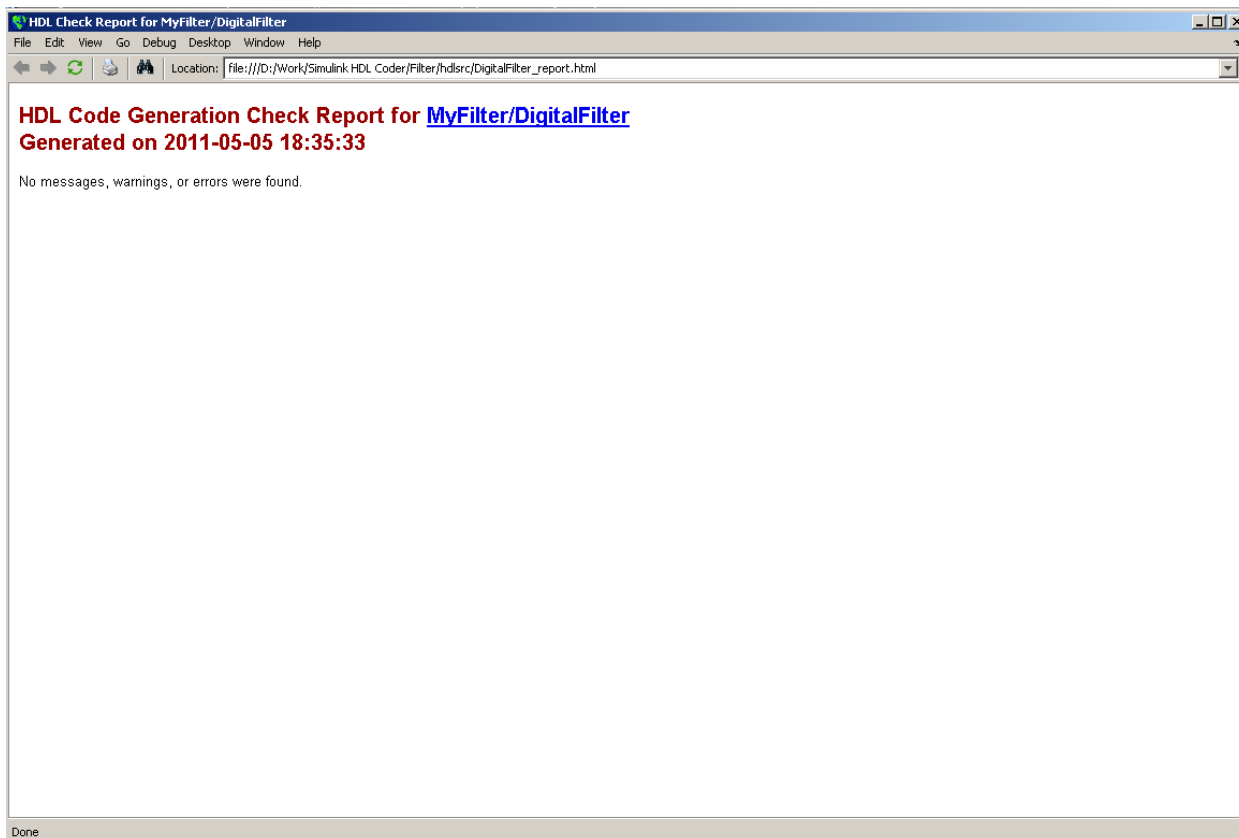

Рис. 14. Результаты проверки отображаются в WEB-браузере
Утилита Compatibility Checker выполняет проверку модели на совместимость с Simulink HDL Coder. По результатам проверки выполняется генерация HTML-файла, который открывается в WEB-браузере системы (рис. 14).
5. Размножьте необходимые блоки и соедините их сигналами так, чтобы диаграмма модели выглядела как на рис. 14.